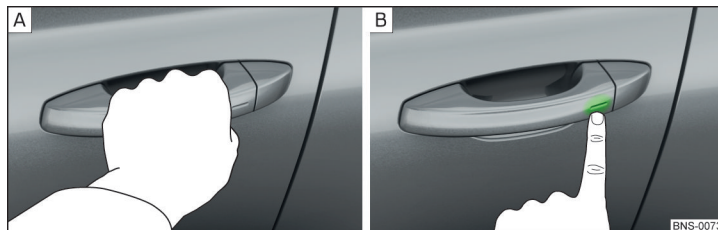

Fig. 44 Desbloquear vehículo / bloquear vehículo
- » Agarrar la manivela para **desbloquear** el vehículo » fig. 44 - **A**.
- » Tocar el sensor en la manivela con el dedo para **bloquear** el vehículo » fig. 44 - **B**.
- » fig. 44 de la pág. 58 - B. La desactivación es confirmada por un sólo parpadeo de las luces intermitentes.